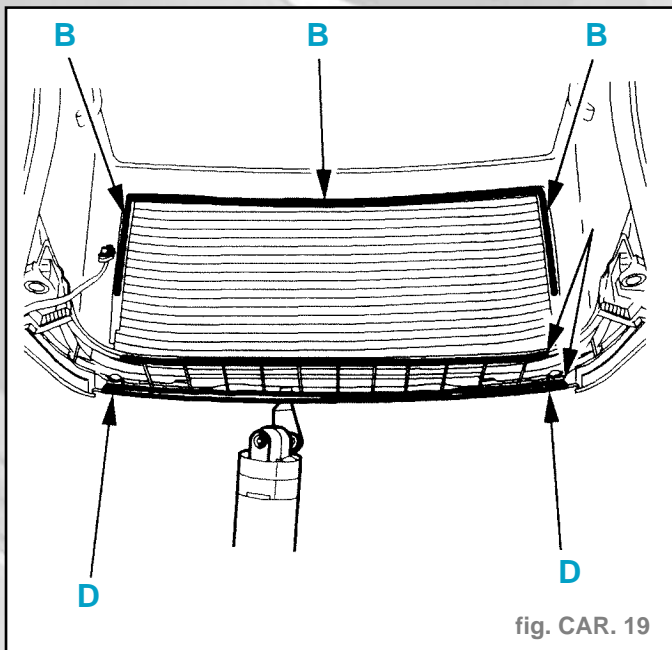

fig. CAR. 19
- Protéger le pourtour en (B) et la vitre à l'aide d'un adhésif (fig. CAR 19).